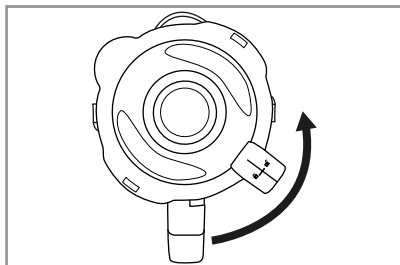

Fig. 1
- 1) Rode o copo misturador ③ no sentido contrário ao dos ponteiros do relógio, até a seta ▼ por baixo da pega do copo misturador ③ ficar sobre a posição ➡. Levante o copo misturador ③ a direito, retirando-o do bloco do motor ⑥.
- 2) Remova a tampa ②, rodando-a no sentido contrário ao dos ponteiros do relógio na direção da posição ➡ (ver fig. 1), até a conseguir puxar para cima.